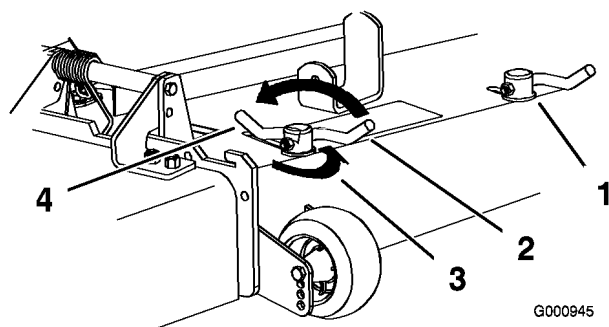

Figura 23
3. Per regolare i blocchi delle camme alzate la leva e allentate i blocchi (Figura 23).
5. Spostate la leva sopra per serrare il deflettore e i blocchi delle camme (Figura 23).